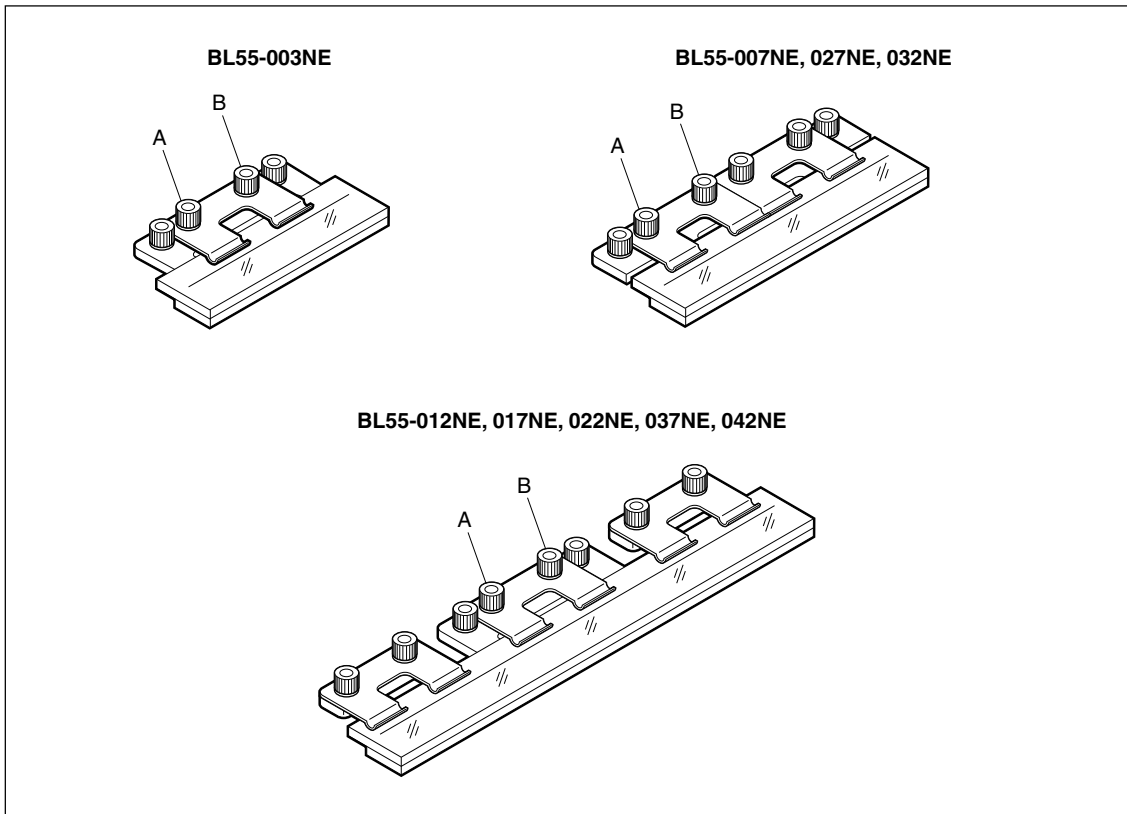

Abb. 3-6
- 5 Lassen Sie den Maßstab für etwa eine Stunde oder länger in dem in Abb. 3-6 gezeigten Zustand, bis sich seine Temperatur stabilisiert.